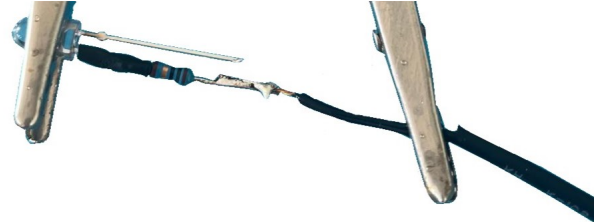

Abb. 14: An den Widerstand gelötetes schwarzes Kabel
- (15) Nehmen Sie sich ein Stück der ZWILLINGSLITZE (etwa 25 cm), isolieren Sie das eine Ende ab und ziehen Sie die beiden Kabel etwas auseinander.
- (16) Montieren Sie die Lötspitze am LötKolben und heizen Sie diesen auf ca. 350°C.
- (17) Ziehen Sie ein genügend langes Stück Schrumpfschlauch über das schwarze Kabel und löten Sie dieses an das andere Ende des Widerstandes (Abbildung 14).